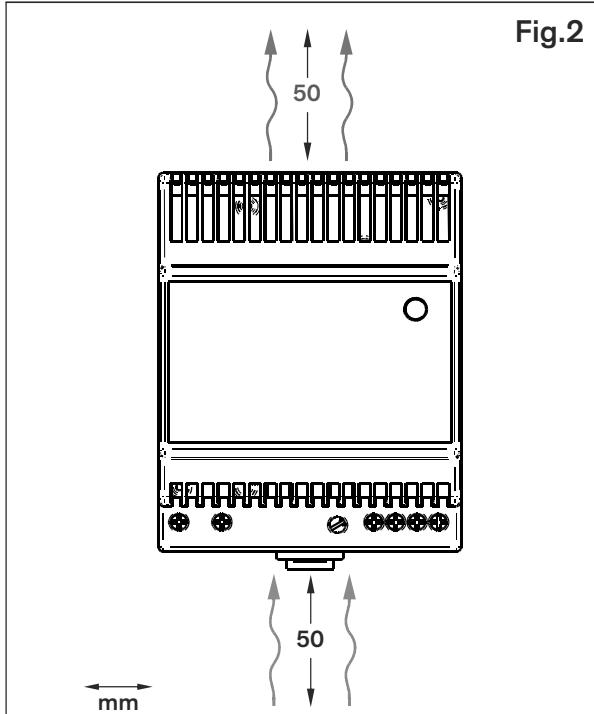

Fig.2
- Следует обеспечить надлежащее охлаждение прибора. Fig.2
Данное устройство может быть установлено на рейки DIN 35 мм, отвечающие спецификациям DIN EN 50022. Соблюдайте требования к вентиляционным зазорам сверху и снизу устройства. Fig.2